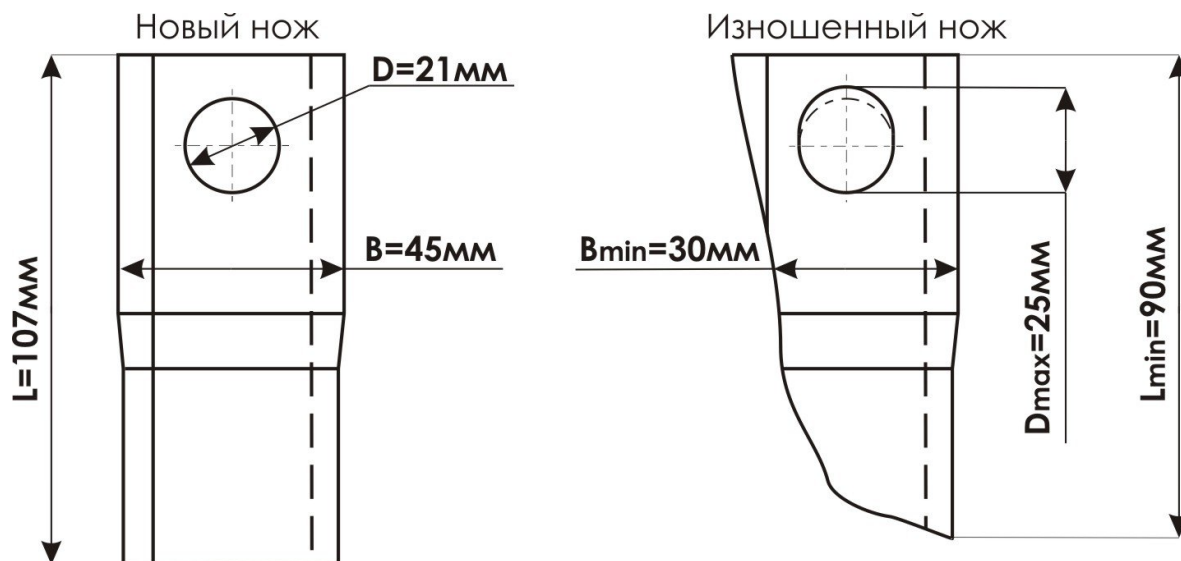

Рисунок 3.5 - Предельно допустимые размеры ножей
- Ширина ножа менее 30 мм (рисунок 3.5) (мерить в 10 мм от края диска ротора);
- Диаметр посадочного отверстия ножа более 25 мм (рисунок 3.5).